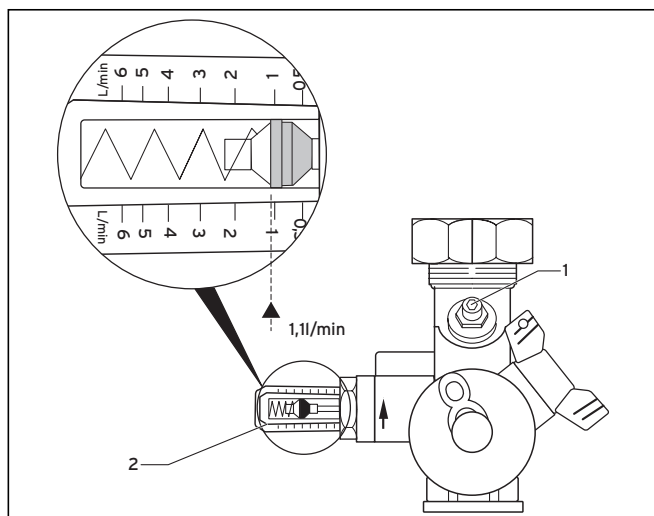

Fig. 8.2 Limitatore di portata
Il limitatore di portata (→ fig. 8.2) è un elemento essenziale dell'impianto solare.
- Dopo aver effettuato la regolazione di massima con la pompa di circolazione, procedere alla regolazione di precisione con la valvola di regolazione (1) del limitatore di portata (→ fig. 8.2). È possibile leggere il valore impostato nell'indicazione (2).